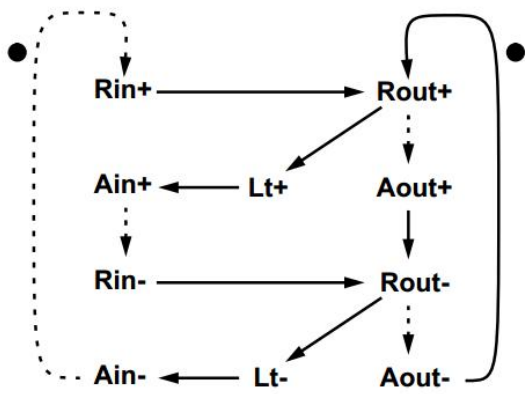

图 5 四段握手协议 STG 图
1. 首先，根据四段握手协议 STG 图 5 所示，图中虚线箭头表示必须由环境保证的事件发生顺序，实现箭头表示必须由电路保证的事件发生顺序。“+”表示信号值由 0 到 1 的变化，“-”表示信号从 1 到 0 的变化。